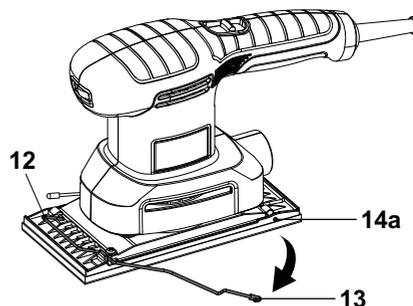

Fig. 11
- > Poussez le levier de serrage (13) vers le bas le long de la semelle (14a) pour ouvrir la pince de serrage (12) (Fig. 11).